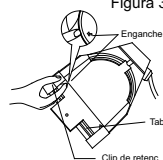

Figura 4
1. Coloque la unidad con la parte frontal hacia usted e incline la lente (Figura 4)
5. Presione el enganche con el dedo para liberar la lente (Figura 4).